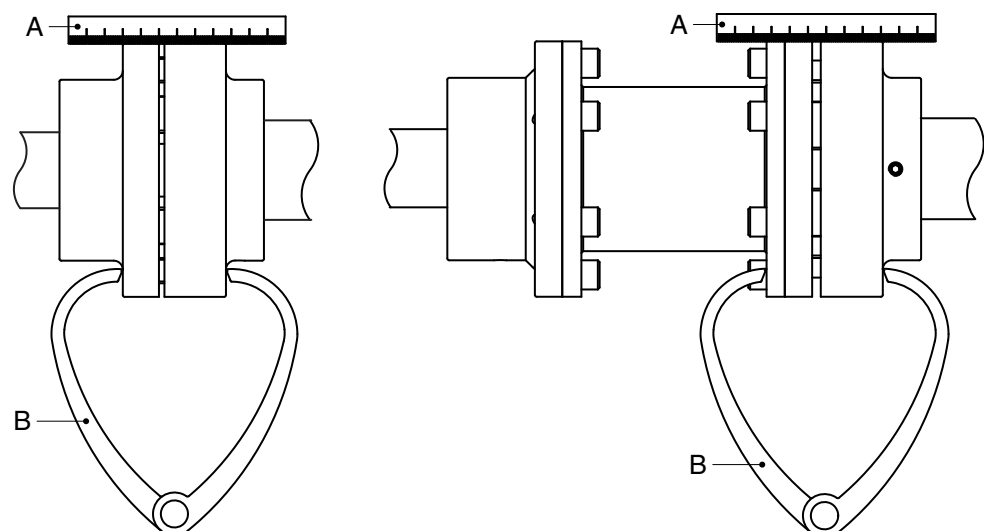

Figura 3: Alineación del acoplamiento utilizando una regla y un par de calibres de espesores externos.
- 1 Coloque una regla (A) sobre el acoplamiento. Coloque o quite los calzos de cobre necesarios para situar el motor eléctrico a la altura correcta de manera que la regla de estimador toque ambas mitades de acoplamiento en toda su longitud. Consulte figura 3.
- 3 Vuelva a comprobar la alineación utilizando un par de calibres de espesores externos (B) en dos puntos diametralmente opuestos de ambos lados de las mitades de acoplamiento. Consulte figura 3.